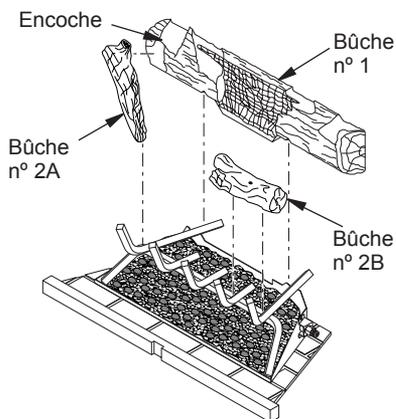

Figure 29 - Installation des bûches n° 1, n° 2A et n° 2B
1. Placez la grosse bûche arrière (bûche n° 1) sur la grille en vous assurant que les encoches reposent sur la grille (voir figure 29).
grille et positionnez l'extrémité supérieure dans l'encoche située à l'avant de la bûche n° 1. Voir figure 29. Placez la bûche n° 2B sur le côté avant droit de la grille, tel qu'illustré à la figure 29.